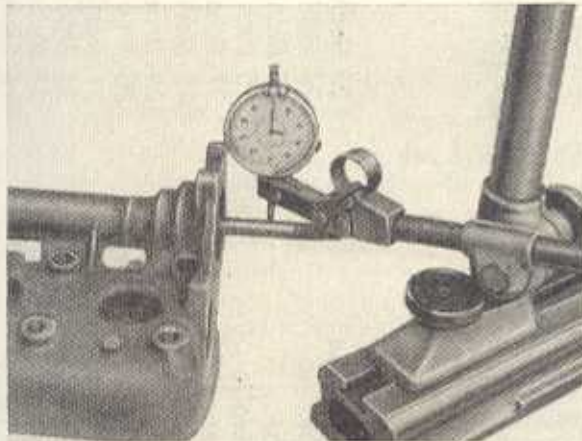

Bild M 35. Kontrolle der Lüfterwelle auf Rundlauf
16. Kontrolle der Lüfterwelle auf Rundlauf. Der Rundlauffehler darf etwa 20 mm vor der Rändelung nicht mehr als 0,02 mm betragen (Bild M 35).